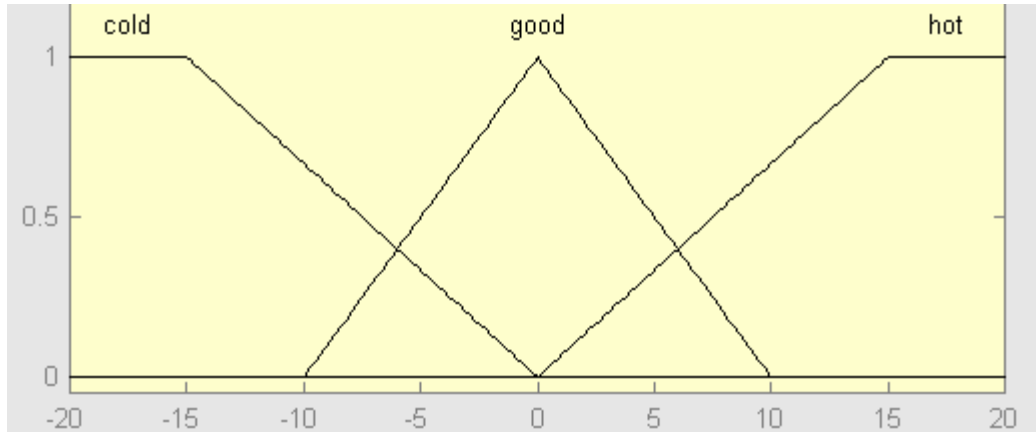

Figura 5: Conjuntos borrosos para la temperatura
- (1) Para la temperatura: *cold*, *good*, *hot*, con las gráficas de la figura 5. El dominio es $[-20,20]$.